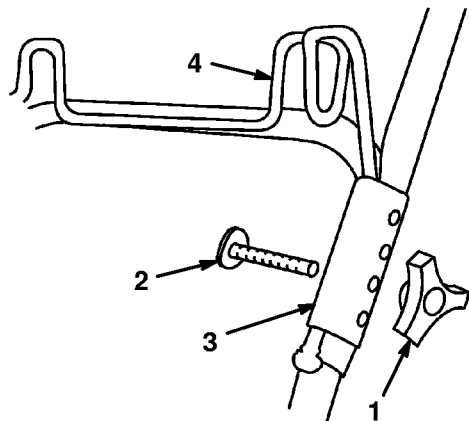

Figure 41
6. Retirer le bouton et le boulon fixant les parties supérieure et inférieure du côté gauche du guidon (Fig. 41).